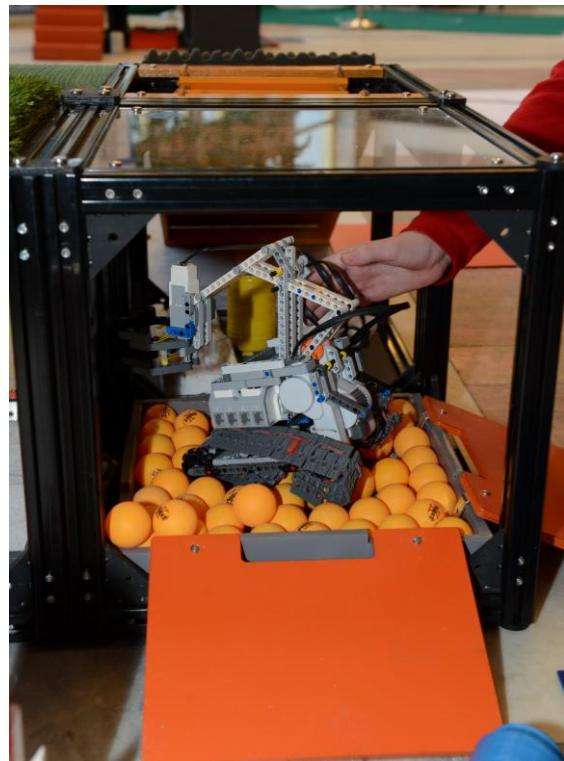

Рисунок 5 - «Шарики»
- 1.5.4. Участок, представляющий собой **короб с шариками для тенниса** – в короб насыпано 15-20 пластиковых шариков для пинг-понга (диаметр 40 мм) в один слой (рисунок 5). Габариты короба 360x360x40.